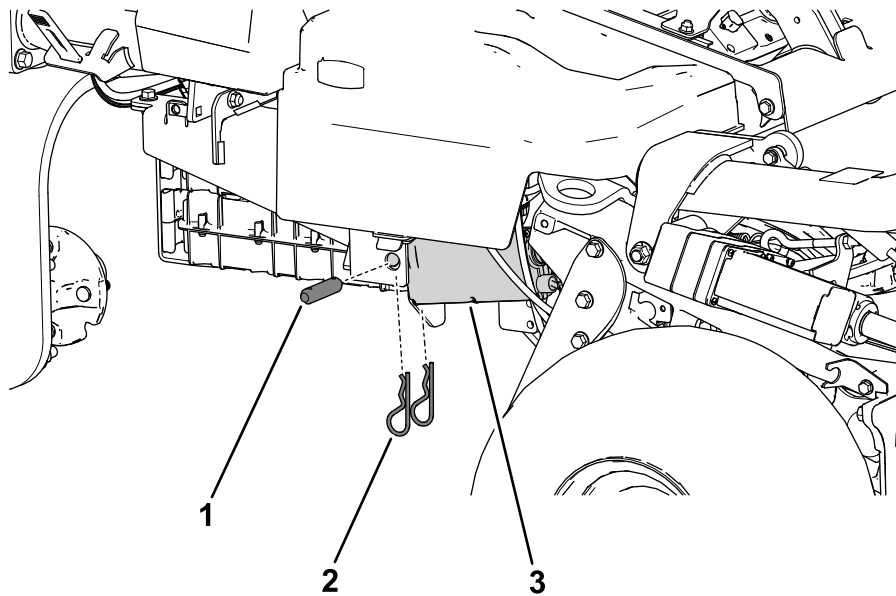

Figura 23
1. Utilizzate il perno del cilindro e le coppiglie rimossi in precedenza per fissare l'attuatore freno sulla piastra di supporto inferiore (Figura 23).